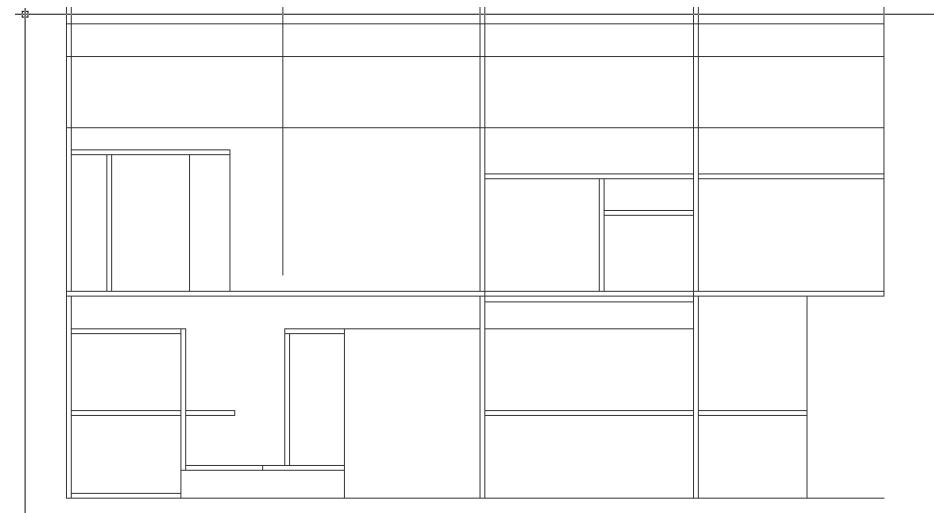

Рис. 8.16 ▼ Контуры стоек компакт-дисков, полки принтера и полок парты сформированы
6. Используя инструмент **Обрезать** (Trim), сформируйте контуры стоек для компакт-дисков, полки принтера и полок парты (рис. 8.16). Если необходимо, измените масштаб просмотра с помощью инструмента **Окно зумирования** (Zoom Window), а для возврата к предыдущему масштабу применяйте инструмент **Зумировать предыдущий** (Zoom Previous).